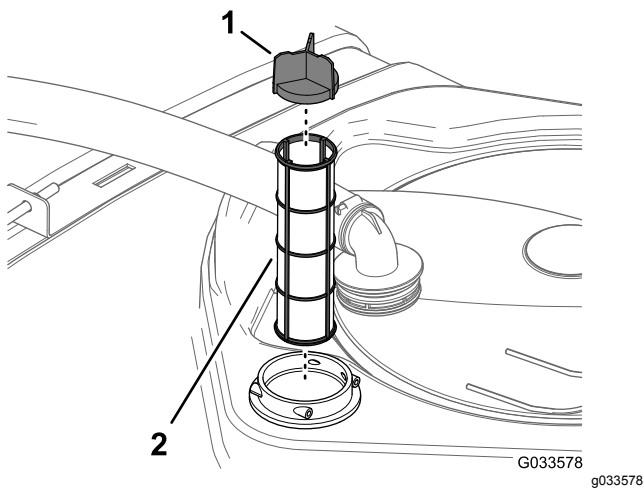

Figure 98
4. Retirez l'ancien filtre d'aspiration de son logement dans la cuve (Figure 98).